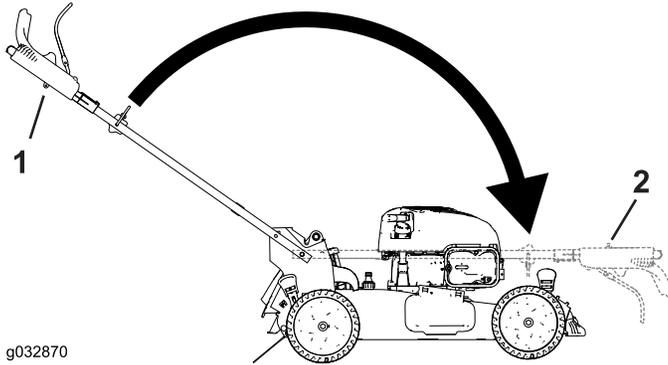

Figure 32
2. Repliez le guidon en le faisant pivoter en avant (Figure 32).